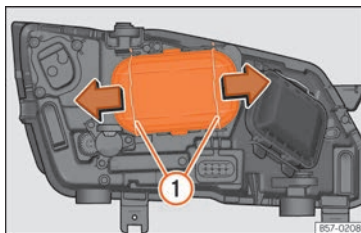

Fig. 108 Nel vano motore: estrarre il coperchio.
2. Far scorrere i tiranti »» fig. 108 ① nel senso della freccia e sfilare la chiusura.